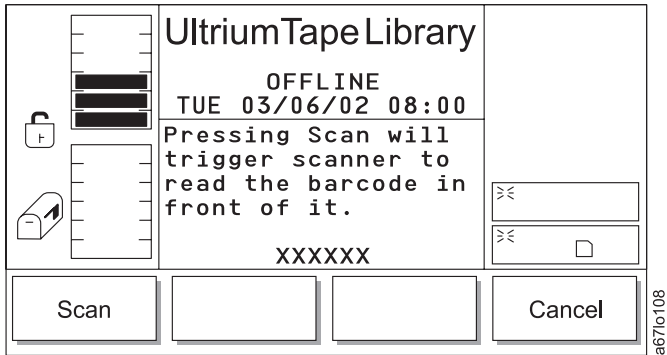

Abbildung 173. Dialog für Barcode-Etikett
- Wird **Scan** ausgewählt, wird das Barcode-Etikett direkt vor dem Scanner gelesen (siehe Abb. 173).